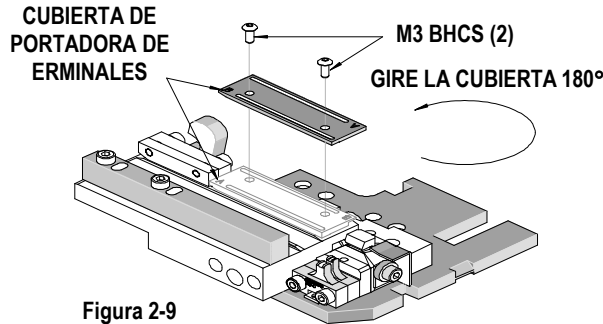

Figura 2-9
5. Con una llave hexagonal de 2 mm, retire los tornillos (2) M3 BHCS que sujetan la cubierta de la portadora al riel guía. Véase la Figura 2-9.
7. Apriete firmemente los tornillos (2) M3 BHCS.
8. Coloque el bastidor del aplicador de vuelta en la placa de base y apriete firmemente los tornillos (2) M6 BHCS.